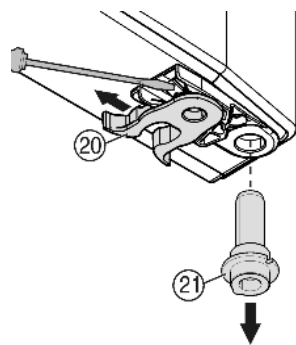

Fig. 9
- ▶ Spausuko Fig. 9 (20) perkėlimas: įspauskite noselę, per ją ištraukite spaustuką.
- ▶ Ištraukite atraminę gembę Fig. 9 (21) iš durų įvorės ir kartu su poveržle įstatykite priešingoje pusėje. Fiksavimo noselė turi būti nukreipta į vidinę durų pusę, o įranta – į išorę.
- ▶ Pasukite duris žemyn ir įstatykite atraminį varžtą Fig. 9 (21) į atraminę gembę. Jei reikia, pasukite atraminį varžtą, kad jis galėtų užsifikuoti.